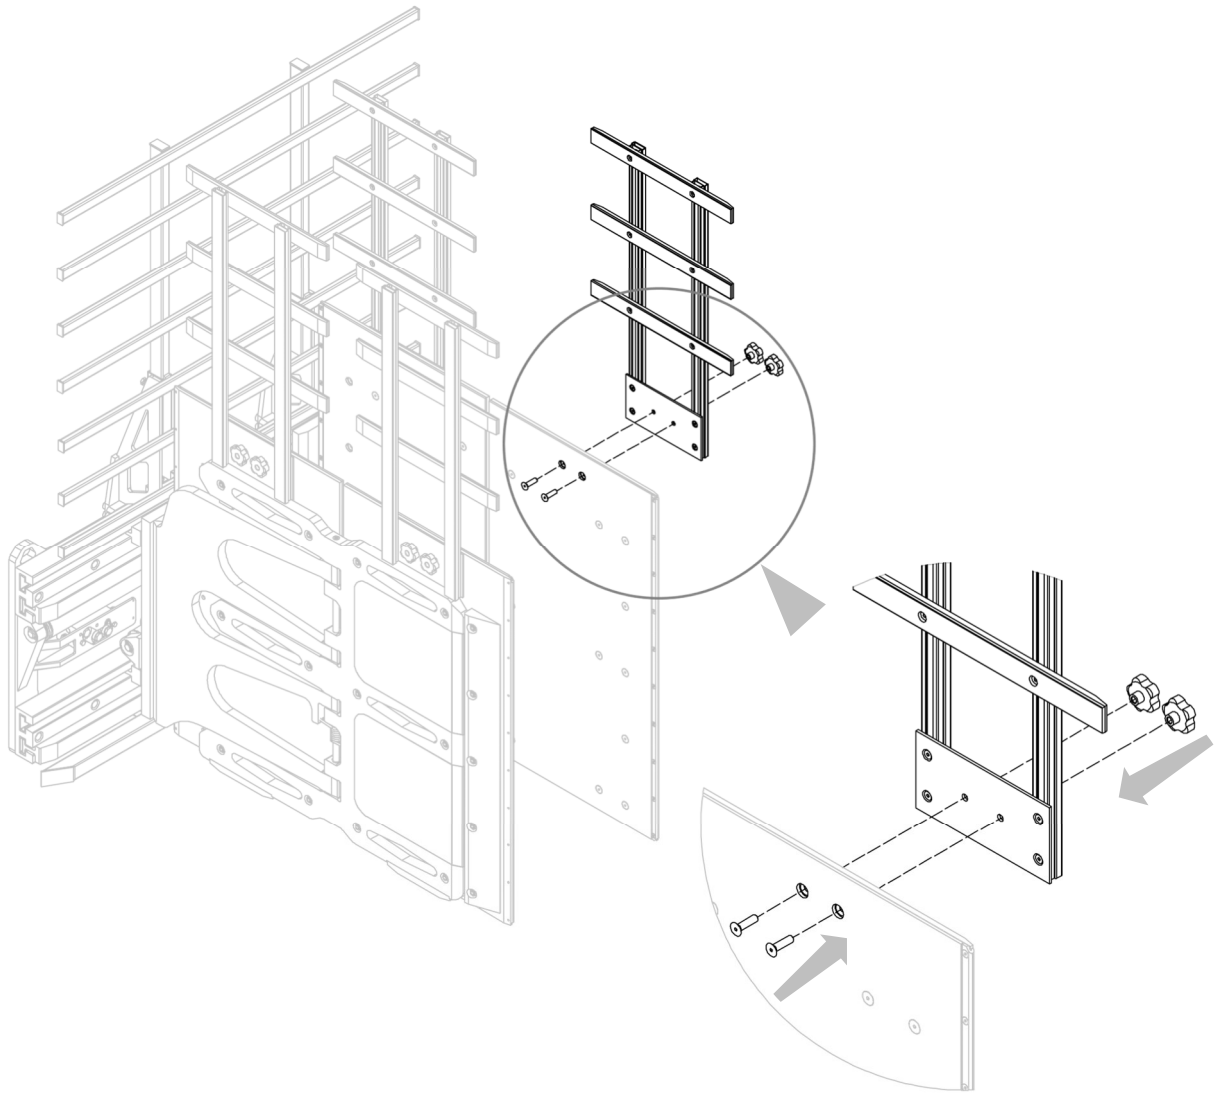

Figura 42
5. Instalar los bastidores de soporte de carga laterales en los batientes, utilizando los tornillos correspondientes y las perillas de fijación correspondientes (ver *Figura 42*).